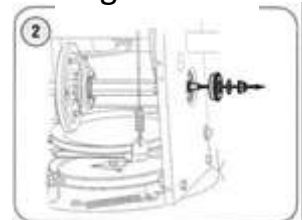

Figure 22
3. Retirez délicatement l'écrou hexagonal et la rondelle qui fixe l'arbre hexagonal au bâti de la souffleuse à neige et frappez légèrement l'extrémité de l'arbre pour déloger le roulement à billes du côté droit du bâti. Voir la figure 22.